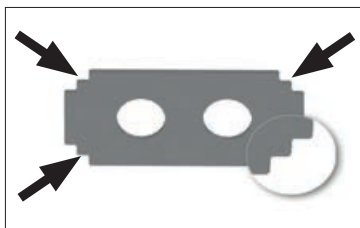
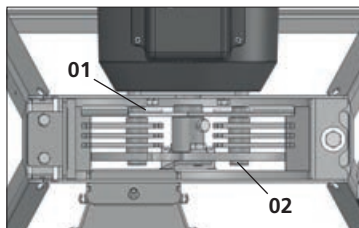

Fig. 23
Fig. 24
Los martillos móviles de los trituradores tienen 4 caras dentadas utilizables [Fig. 23]. Cambie la posición de uso siempre que observe desgaste y cambie los martillos cuando las 4 caras estén gastadas. Para invertir el lado de uso, saque las chavetas de los ejes (1) y saque los ejes (2) por el canaleta de productos verdes en los modelos TE30T, TE40T, T40T y TE40Tc o por la tapa de cierre (modelo T50T). Después, cambie el lado de uso de los martillos [Fig. 24]. Siempre que retire alguna de las chavetas (1), no las reutilice, cámbielas por otras nuevas, para evitar accidentes.